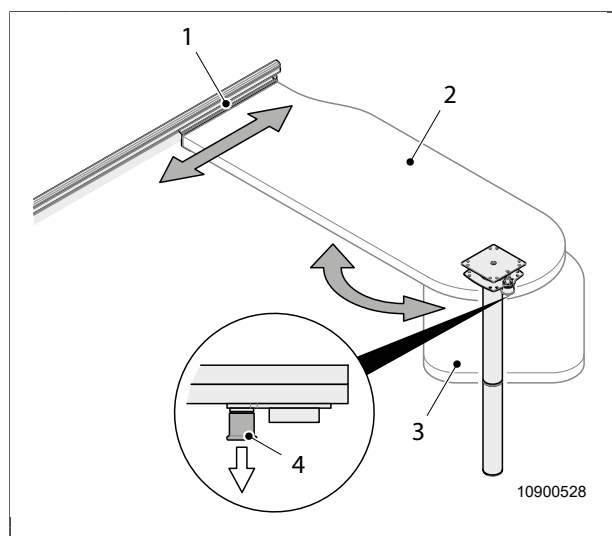

Fig. 23 Svängbart upphakningsbord
1. Dra spärren (Fig. 23, pos. 4) nedåt.
2. Vrid den vridbara bordsskivan (Fig. 23, pos. 3) så långt att spärren hakar i.
1. Lyft bordsskivan (Fig. 23, pos. 2) på höger sida.
2. Skjut bordet i upplyft läge till önskat läge längs styrskenan (Fig. 23, pos. 1).